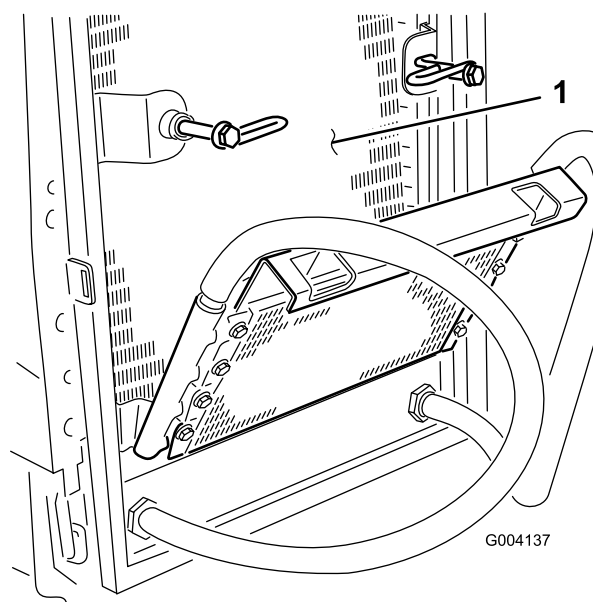

Figure 50
7. Nettoyez le radiateur à l'air comprimé basse pression 3,45 bar appliqué du côté ventilateur (n'utilisez pas d'eau). Répétez la procédure par l'avant du radiateur puis recommencez du côté ventilateur. Nettoyez soigneusement les deux côtés du refroidisseur d'huile. Après avoir nettoyé soigneusement le radiateur et les refroidisseurs d'huile, enlevez les débris éventuellement accumulés sur d'autres parties de la machine (Figure 50) à l'air comprimé.